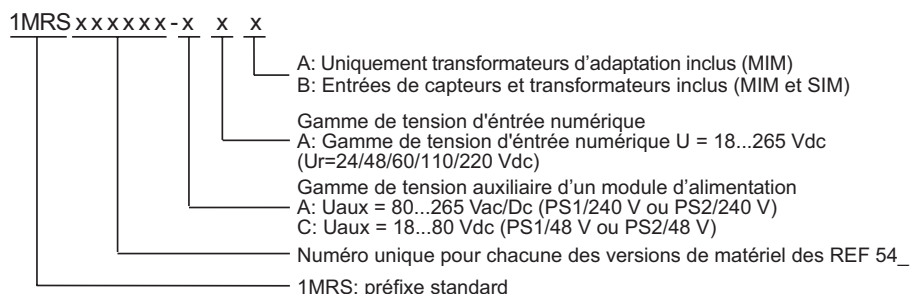

Fig. 6.1-1. Numéros de commande pour REF 54_.
- Numéros de commande (voir figure 6.1-1 ci-dessous)